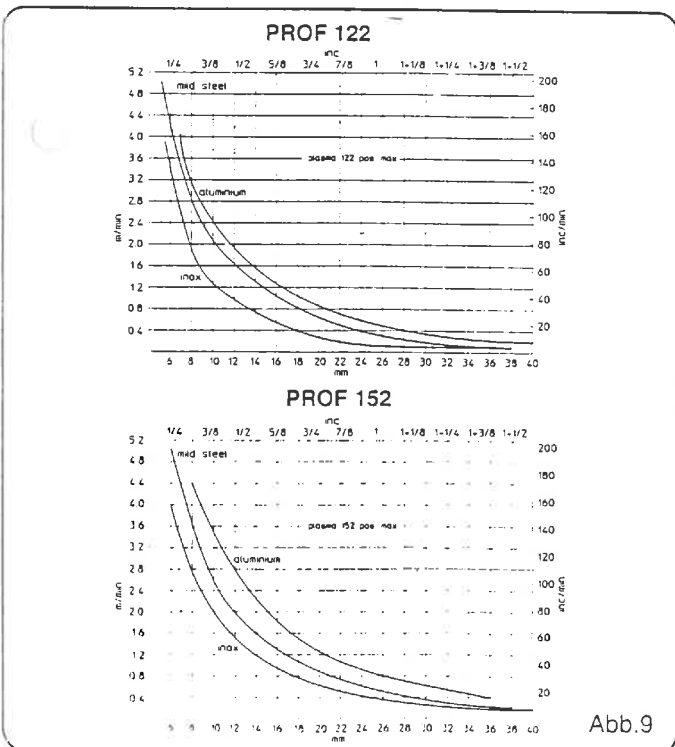

Abb.9
- Übermäßige Werkstückdicke (siehe Diagramm für Schneidgeschwindigkeit und Werkstückdicke Abb.9).